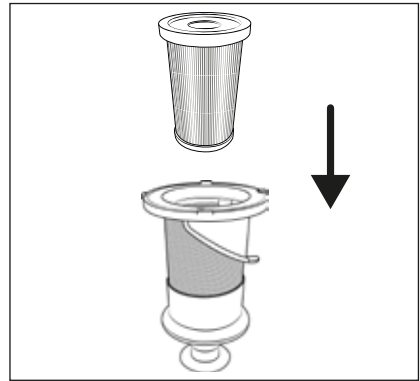

Fig. 22
- 7) Inserire il filtro HEPA **4** nel filtro in acciaio inox **5** (vedere fig. 22).